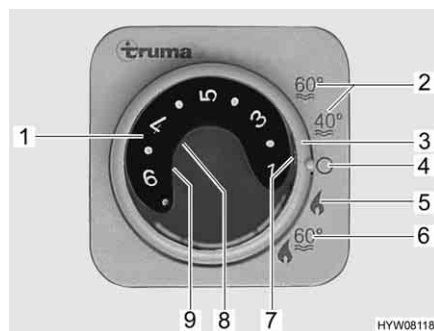

Fig. 125 Centralina di controllo per riscaldamento/boiler
- Impostare la modalità di funzionamento tramite l'interruttore girevole (Fig. 125,3).
A seconda della temperatura ambiente desiderata, il riscaldamento seleziona automaticamente il livello del bruciatore necessario. Al raggiungimento della temperatura ambiente desiderata, il bruciatore si spegne. Durante la modalità di funzionamento "Riscaldamento e boiler" (Fig. 125,6) è riscaldata anche l'acqua nel boiler. Nella modalità di funzionamento "Riscaldamento senza boiler" (Fig. 125,5) è possibile far funzionare il riscaldamento con il boiler vuoto.
- Impostare la manopola della temperatura (Fig. 125,1) sulla centralina di controllo scegliendo la potenza desiderata.
- Posizionare l'interruttore girevole (Fig. 125,3) su funzionamento invernale "Riscaldamento senza boiler" (Fig. 125,5) o "Riscaldamento e boiler" (Fig. 125,6).
Si accende la spia verde di controllo (Fig. 125,7).
- Posizionare l'interruttore girevole (Fig. 125,3) su "O" (Fig. 125,4).